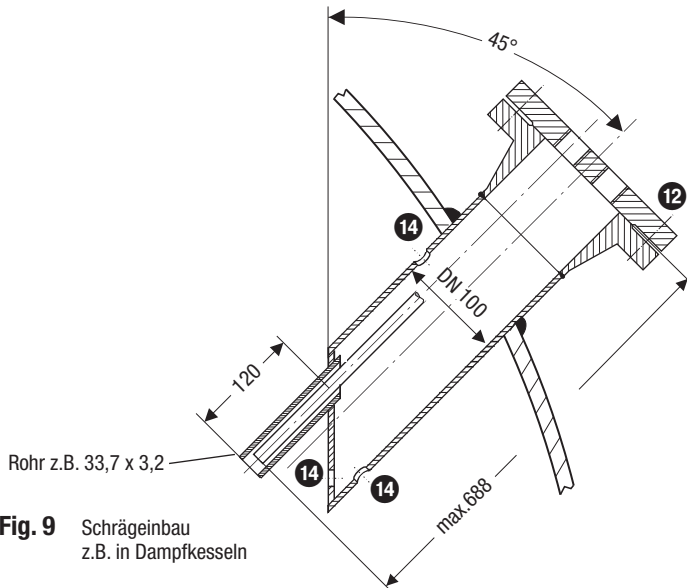

Fig. 9 Schrägeinbau
- Der Neigungswinkel des Transmitters darf maximal 45° betragen. Die Einbaulänge ist dabei auf 688 mm begrenzt. **Fig. 9**